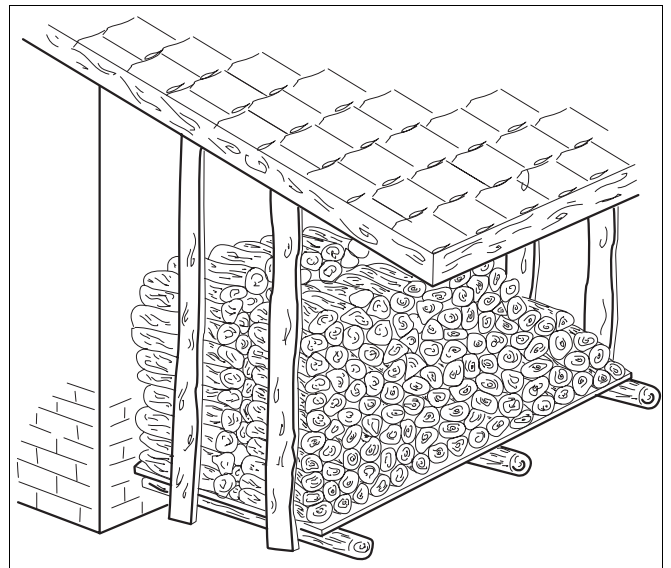

Abb. 16 Brennstofflagerung außerhalb von Gebäuden
- Stapeln Sie das Holz locker an einer Wand auf und stützen Sie es auf wenigstens einer Seite ab (Abb. 16).